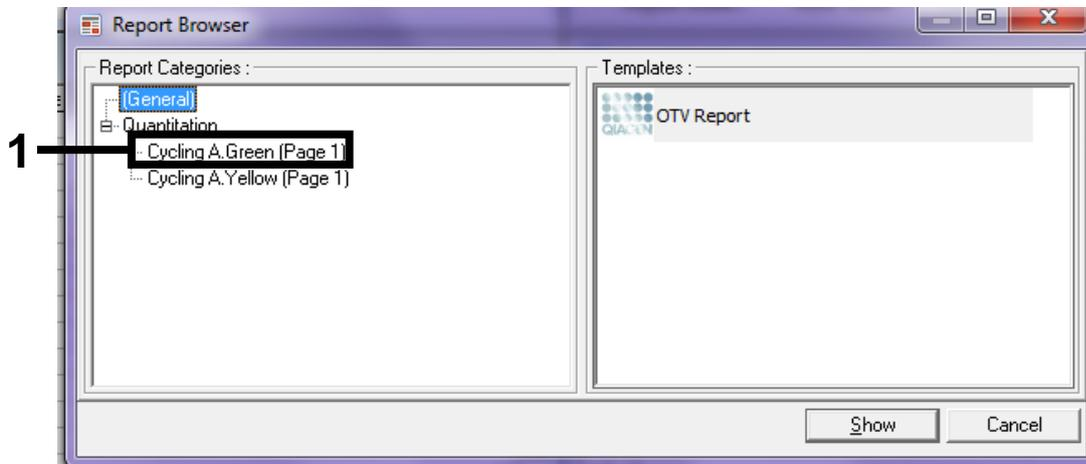

Figura 37. Browser dei report. 1 = pulsante "Cycling A. Green (Page 1)" [Ciclaggio A. Verde (pagina 1)].
9. Nel browser dei report, sotto a "Report Categories" (Categorie di report), fare clic su "Cycling A. Green (Page 1)" [Ciclaggio A. Verde (pagina 1)] (Figura 37).